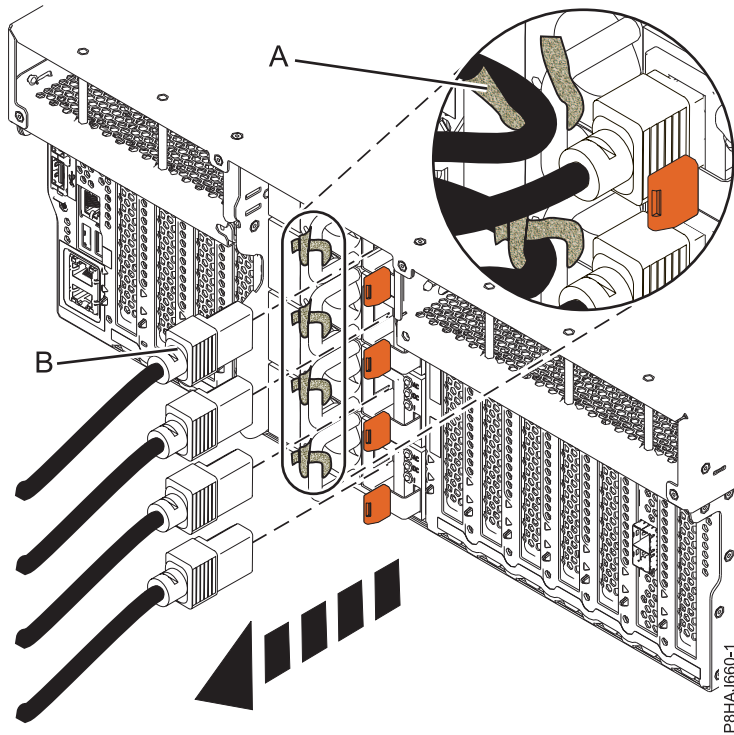
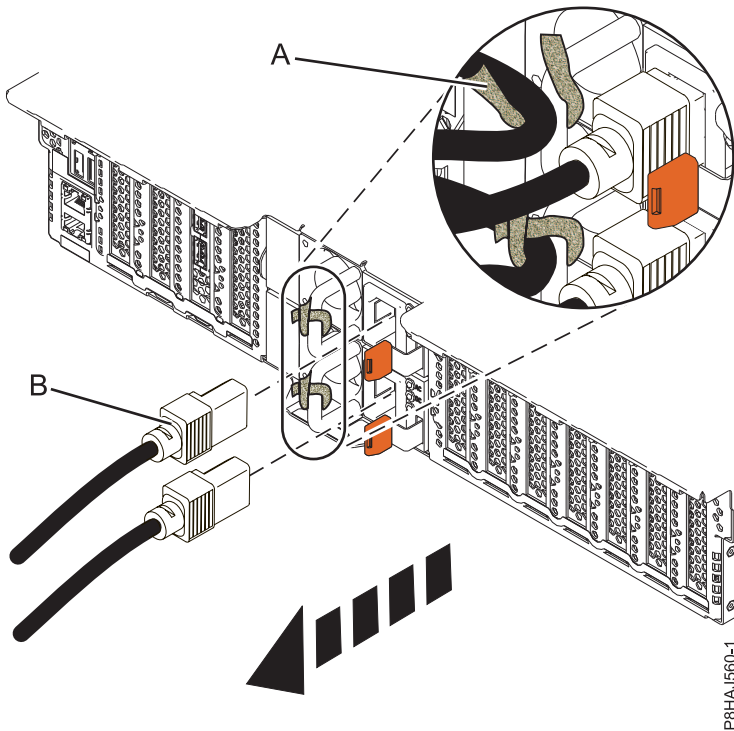
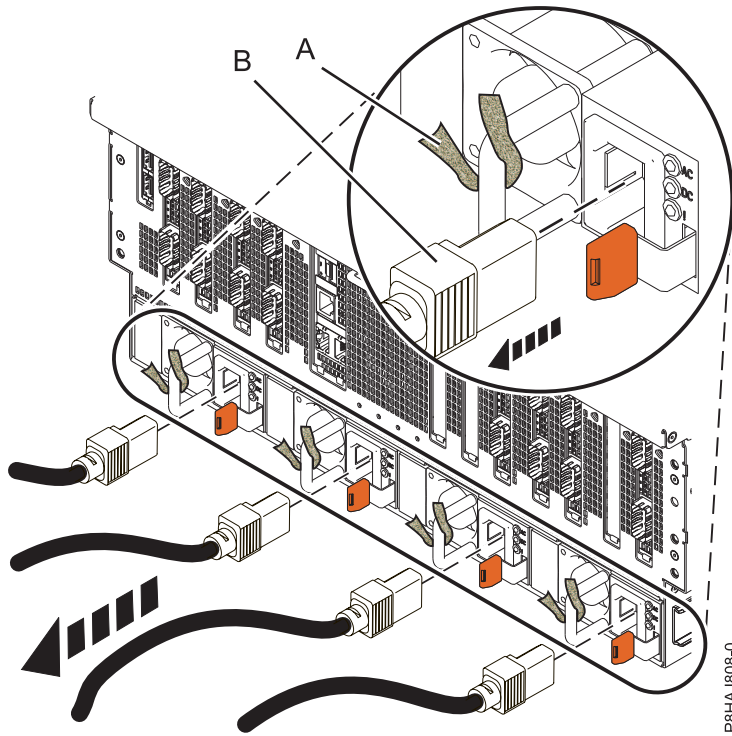

Figura 56. Extracción de los cables de alimentación de un sistema 8247-42L, 8286-41A o 8286-42A
Figura 57. Extracción de los cables de alimentación de un sistema 5148-21L, 5148-22L, 8247-21L, 8247-22L, 8284-21A o 8284-22A
Figura 58. Extracción de los cables de alimentación de un sistema 8408-44E o 8408-E8E
3. Desconecte los cables de alimentación (**B**) de la unidad del sistema. Consulte la Figura 56 en la página 100, la Figura 57 en la página 100 o la Figura 58 en la página 101 según el tipo de sistema.